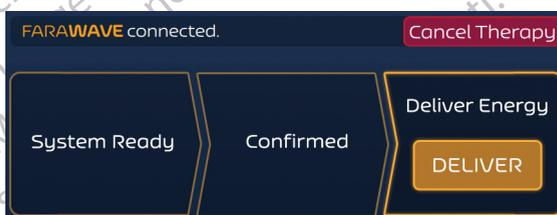

Figura 10. Schermata Therapy (Terapia) - Modalità asincrona - Stato Ready to Deliver (Pronto all'erogazione)
- La pressione del pulsante CONFIRM (CONFERMA) attiva l'uso del pulsante DELIVER (EROGAZIONE) come illustrato in Figura 10.